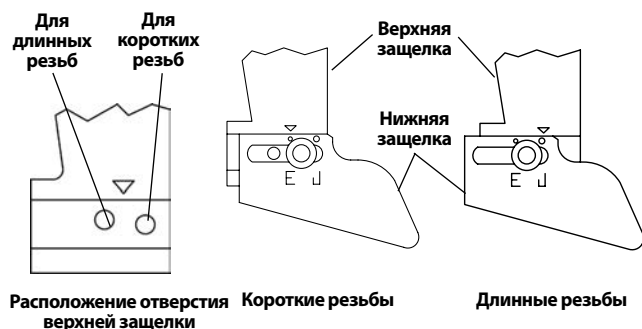

Рис. 18 – Настройка длины резьбы
2. Для нарезания короткой резьбы сдвиньте нижнюю защелку в направлении шпинделя станка. Для нарезания длинной резьбы отодвиньте ее от шпинделя (см. Рис. 18 – показаны заводские настройки). Длинные резьбы, как правило, используются на Дальнем Востоке, а короткие резьбы – в Европе. Установите как требуется.